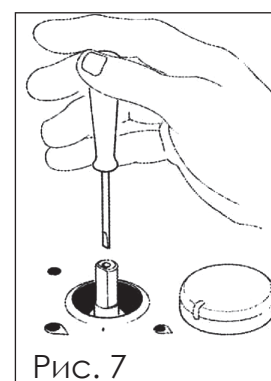

Рис. 7
- 2) Снимите ручку переключателя конфорки (Рис. 7). После снятия ручки Вы увидите регулировочный винт.
- 3) С помощью отвертки поворачивайте винт влево и вправо, чтобы установить нужное Вам минимальное пламя (Рис. 7).